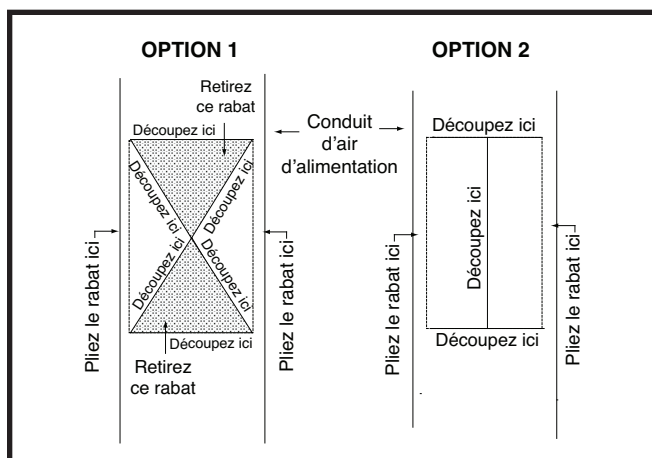

Figure 12. Ouvertures étroites de conduit d'air
1. Tracez et découpez le haut du conduit d'alimentation en air tel qu'indiqué dans l'Option 1 ou l'Option 2. Voyez la Figure 12 \(page 8\). **REMARQUE :** Si l'Option 1 est sélectionnée, découpez le métal dans la zone ombrée.